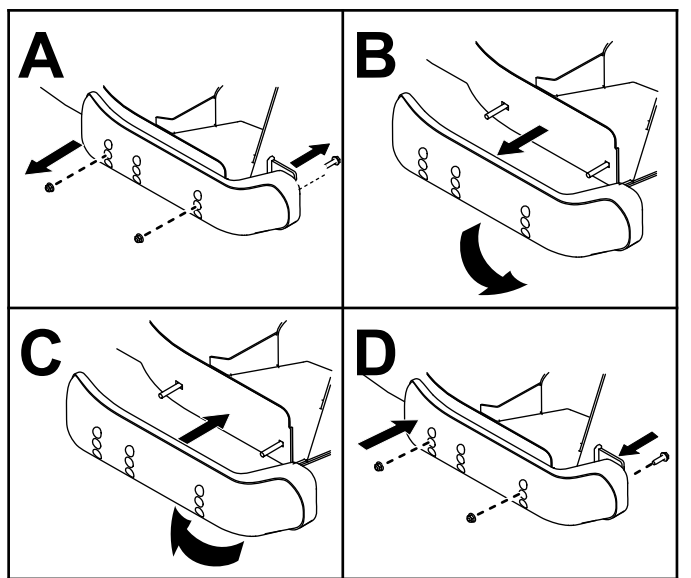

Figura 135
5. Retire os patins das laterais da plataforma do cortador (**Figura 135**).
6. Troque os patins e instale-os utilizando os parafusos previamente removidos (Figura 135).